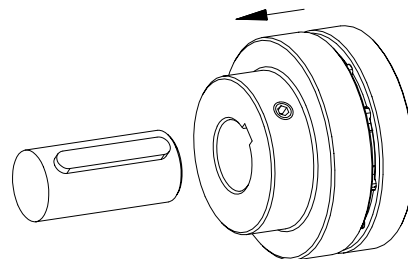

Fig. 31: Montaggio dei componenti
- Montare i pezzi così assemblati sull'altra estremità dell'albero (vedere fig. 31).